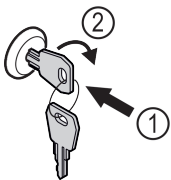

Fig. 92
- ▶ Zatlačte kľúč Fig. 92 (1).
- ▶ Otočte kľúč o 90° v smere hodinových ručičiek Fig. 92 (2).